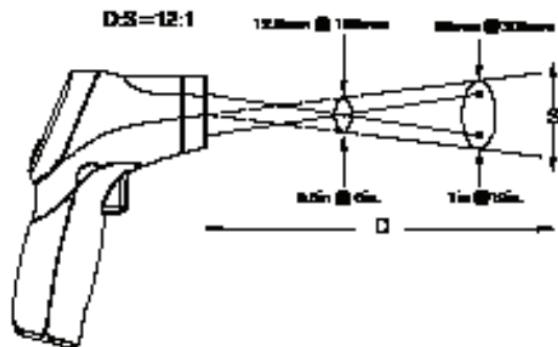

Fig.1
Jo længere man kommer væk fra måleobjektet (D) desto større bliver det areal man mäter på. Se fig. 1.